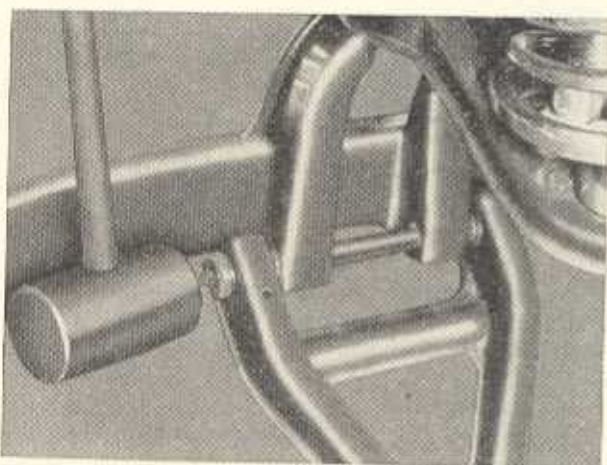

Bild F 34. Herausziehen des Bolzens am unteren Querlenker
3. Oberen und unteren Querlenker ausbauen, indem die Kronenmutter M 12 \times 1,5 abgeschraubt und die Bolzen vorsichtig zurückgeschlagen und herausgezogen werden (Bild F 34).